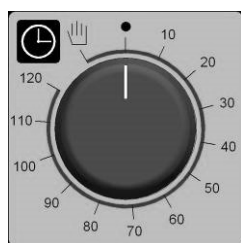

Рис. 1
**Программирование времени приготовления** – Запуск в работу печи осуществляется поворачивая рукоятку программирующего устройства (Рис. 1) в соответствии с символом  (постоянная работа) или в соответствии с временем, выбранным для приготовления (вплоть до 120 минут); во втором случае конец приготовления отмечается автоматическим выключением печи.